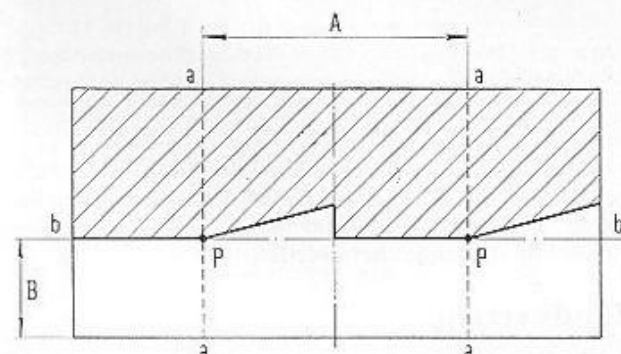

Abb. 142 - Einstellschema für die Scheinwerfer.
Auf den Schirm (Abb. 142) zeichnet man sich im Abstand von $A = 1180$ mm entsprechend dem Scheinwerfermittenabstand zwei senkrechte Linien a-a, die von der Wagenmittellachse gleich entfernt sein müssen.
Dann zeichnet man in der Höhe B eine waagrechte Linie b-b gemäss Abb. 142.
- die Hell-Dunkel-Grenze muss mit der Linie b-b (Abb. 142) zusammenfallen;